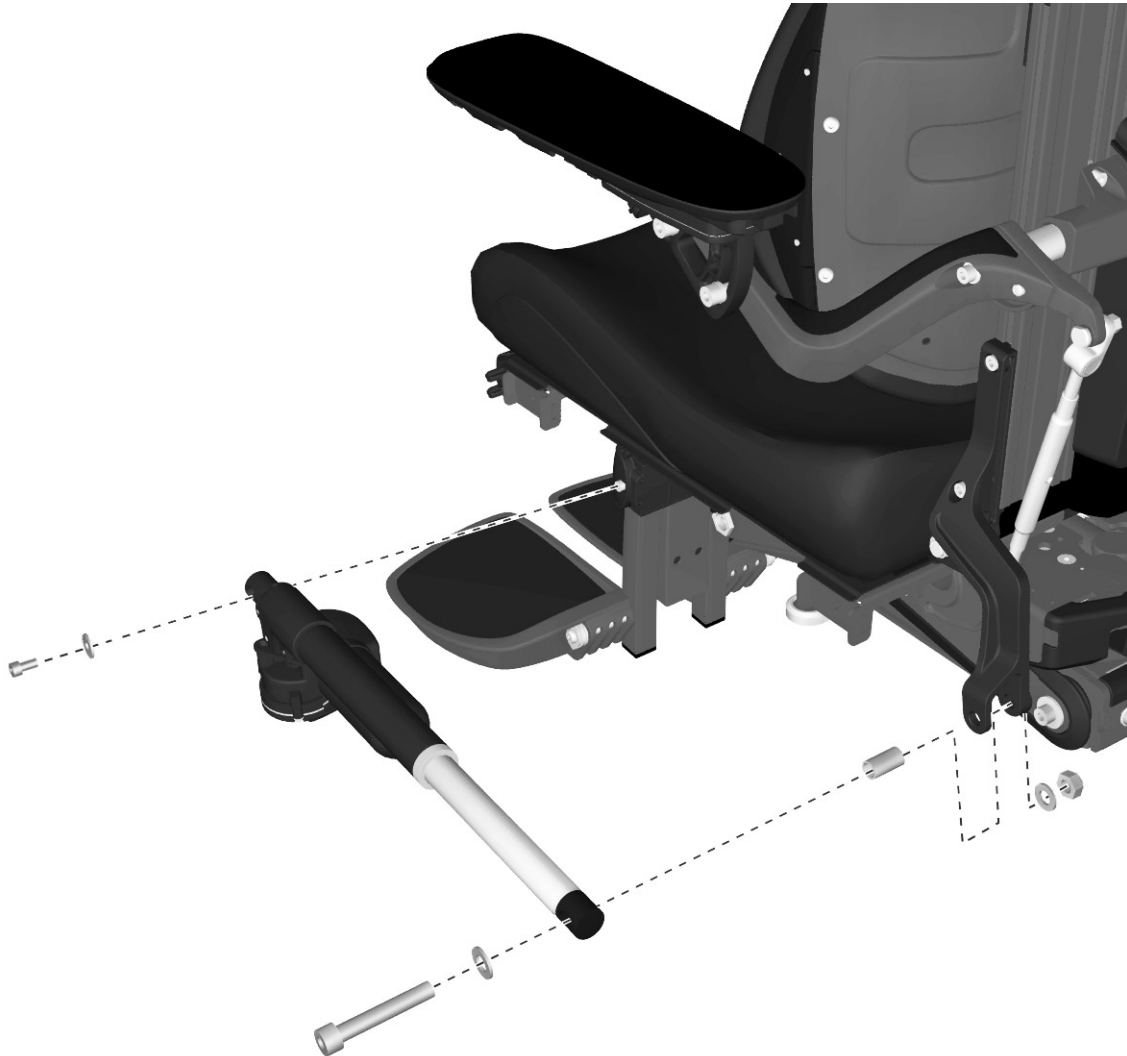

Abbildung 174. Stellvorrichtung der Rückenlehne
5. Rückenlehne bei der Demontage des Stellgeräts gut festhalten. Sicherungsring von der hinteren Halterung der Stellvorrichtung entfernen. Siehe Abbildung. 174. Wenn die hintere Halterung entfernt ist, kann die Rückenlehne nach vorn gekippt werden und auf dem Sitzpolster liegen.
6. Verriegelungsmechanismus von der vorderen Halterung der Stellvorrichtung abmontieren. Er ist mit einer Schraube montiert. Siehe Abbildung. 174.
1. Das vordere Ende der Stellvorrichtung mit Hilfe des Verriegelungsmechanismus montieren. Siehe Abbildung. 174.
2. Das hintere Ende der Einstellungseinheit mit Hilfe des Sicherungsringes fixieren. Siehe Abbildung. 174.